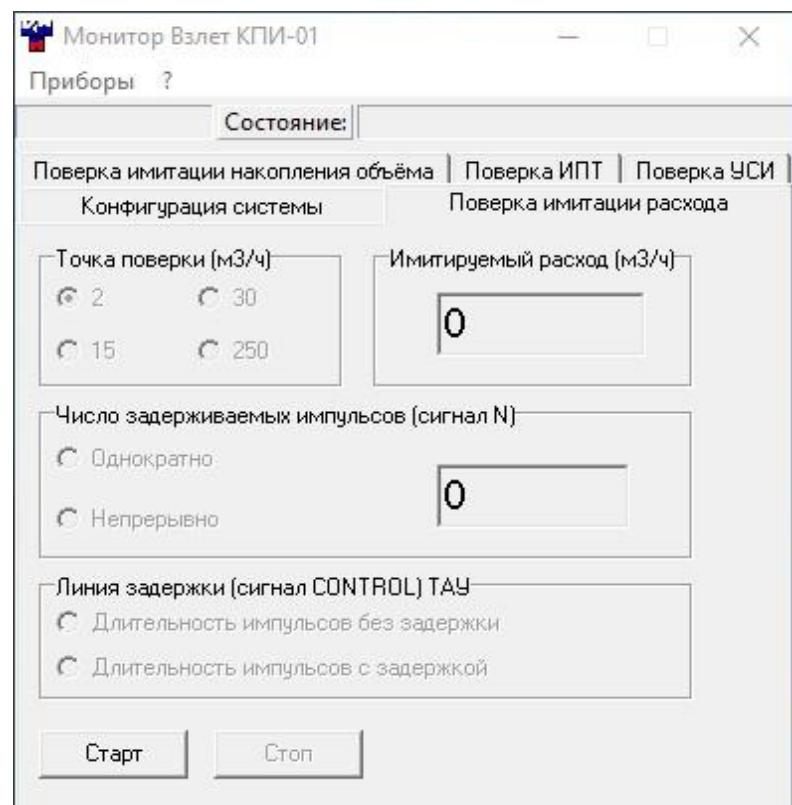

Рис.16 Вид вкладки «Проверка имитации расхода».
4.7.4.1.2. Для определения относительной погрешности воспроизведения расхода выбирается вкладка **Проверка имитации расхода** (рис.16). Последовательно задается три значения расхода: 15 м³/ч, 30 м³/ч и 250 м³/ч (значение расхода выбирается с допуском ± 10 %).